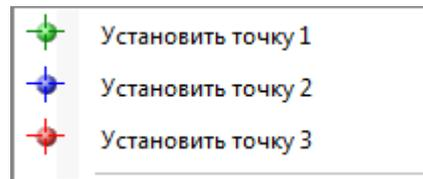

Рисунок 2.85
- графически: наведя курсором на нужные узлы и щелкнув правой кнопкой мыши (рисунок 2.85).